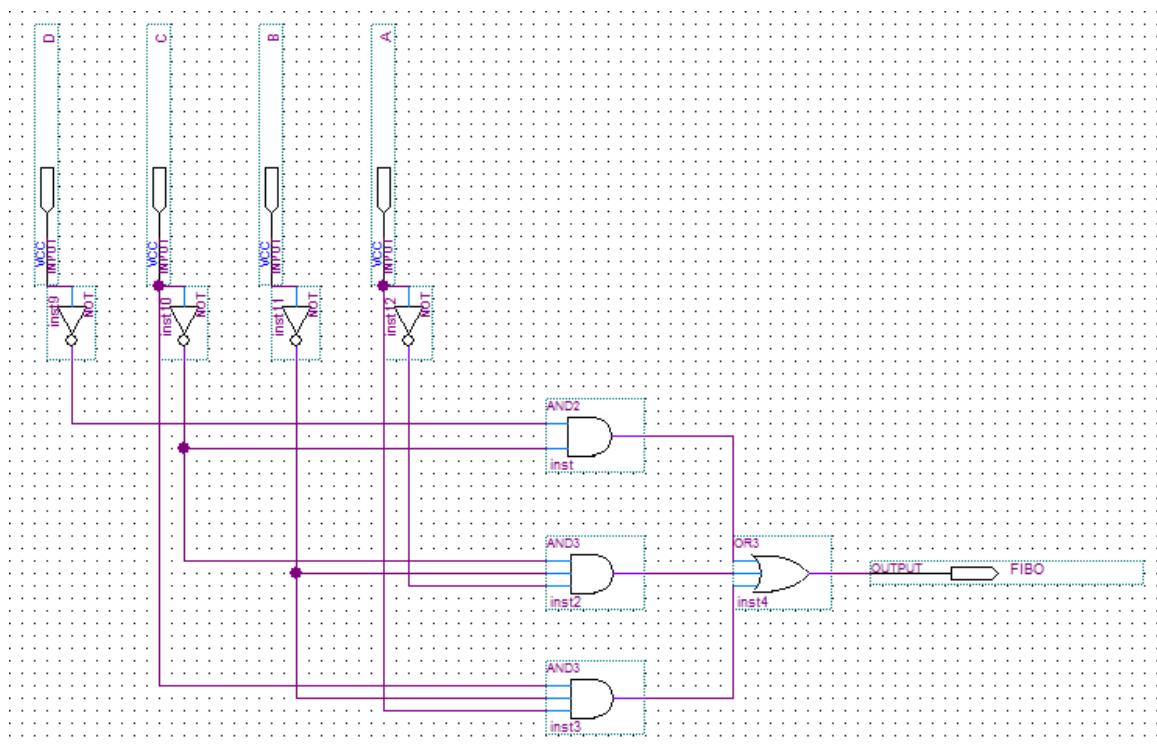
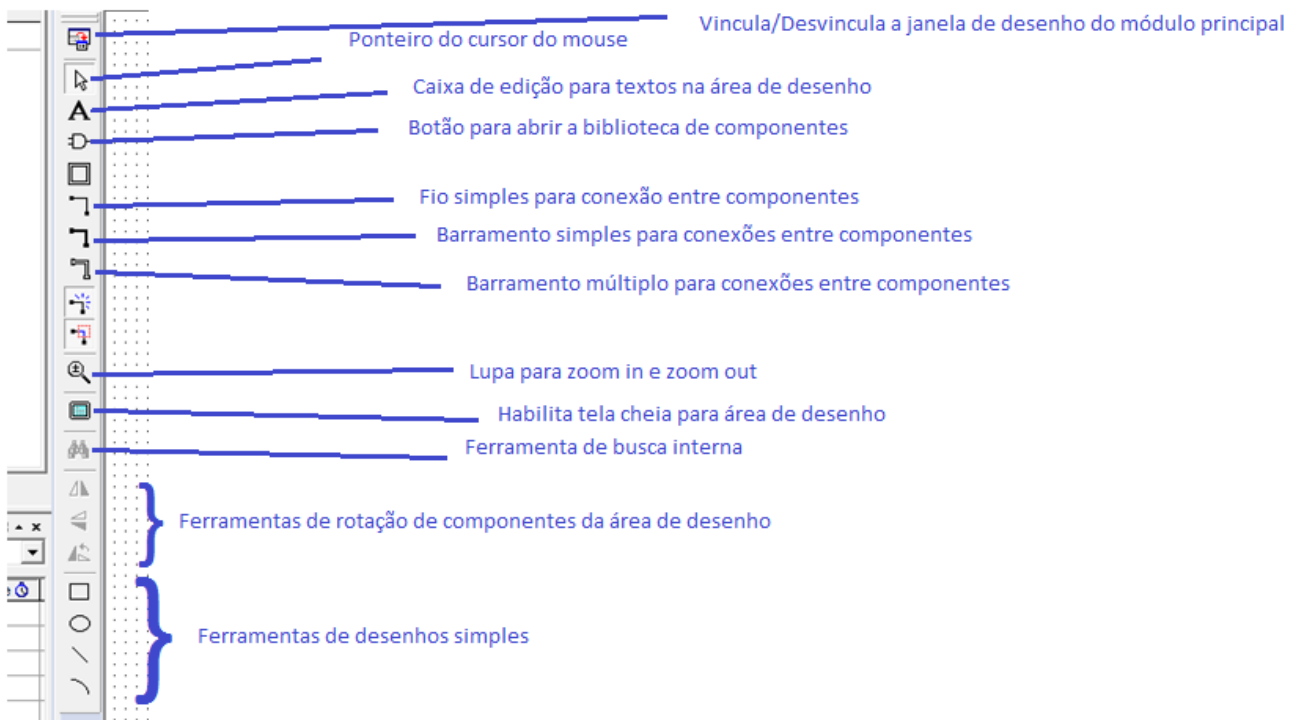

Figura 1 - Circuito da expressão $F(A,B,C,D)$ modelado no Quartus^(R) II 9.1.
Figura 5 - Régua de ferramentas de desenvolvimento do Quartus^(R) II 9.1.
A figura 1 mostra o circuito lógico obtido da expressão booleana anterior e, foi desenhado utilizando-se o software Quartus^(R) II 9.1. O objetivo deste tutorial é reproduzi-lo, passo a passo da forma mais simples possível.
Criaremos um projeto para o circuito apresentado na figura 1. O nome deste projeto será **tutorial**.
Na margem esquerda da área de desenho há uma régua vertical com alguns botões, que disponibilizam as opções de projeto tais como a biblioteca dos componentes, caixa de edição de texto, lupa para zoom etc. Vide figura 5.
Utilize a figura 1 como referência, se necessário.
- Clique no botão com o desenho de uma porta lógica (), localizado na régua de ferramentas da figura 5.
Arraste o pino **OUTPUT** para próximo da saída da porta lógica **or3**, conforme figura 1.
Vamos girar os quatro pinos de entrada **INPUT** em 270°, de modo que fiquem com a extremidade "pontaguda" para baixo, vide figura 1. Para isto, selecione um pino de cada vez (clitando com o mouse sobre ele) e execute os seguintes passos:
Agora reorganize todos os componentes na área de desenho, de modo a ficarem dispostos como na figura 1. Pronto, então salve o projeto em disco, conforme descrito no **Passo 6**.
Para dar nome a um componente basta dar duplo clique sobre o componente desejado e seguir os passos (use a figura 1 como referência, se necessário):
Conectar os componentes do circuito (veja a figura 1) é muito simples, bastando para isto posicionarmos o ponteiro do mouse sobre o terminal desejado do componente de origem, pressionar o botão esquerdo, mantê-lo pressionado e arrastar até o ponto ou terminal desejado do componente destino, soltando-o em seguida. O aspecto do ponteiro do mouse será uma cruz com o desenho **Fio simples**, vide figura 5.